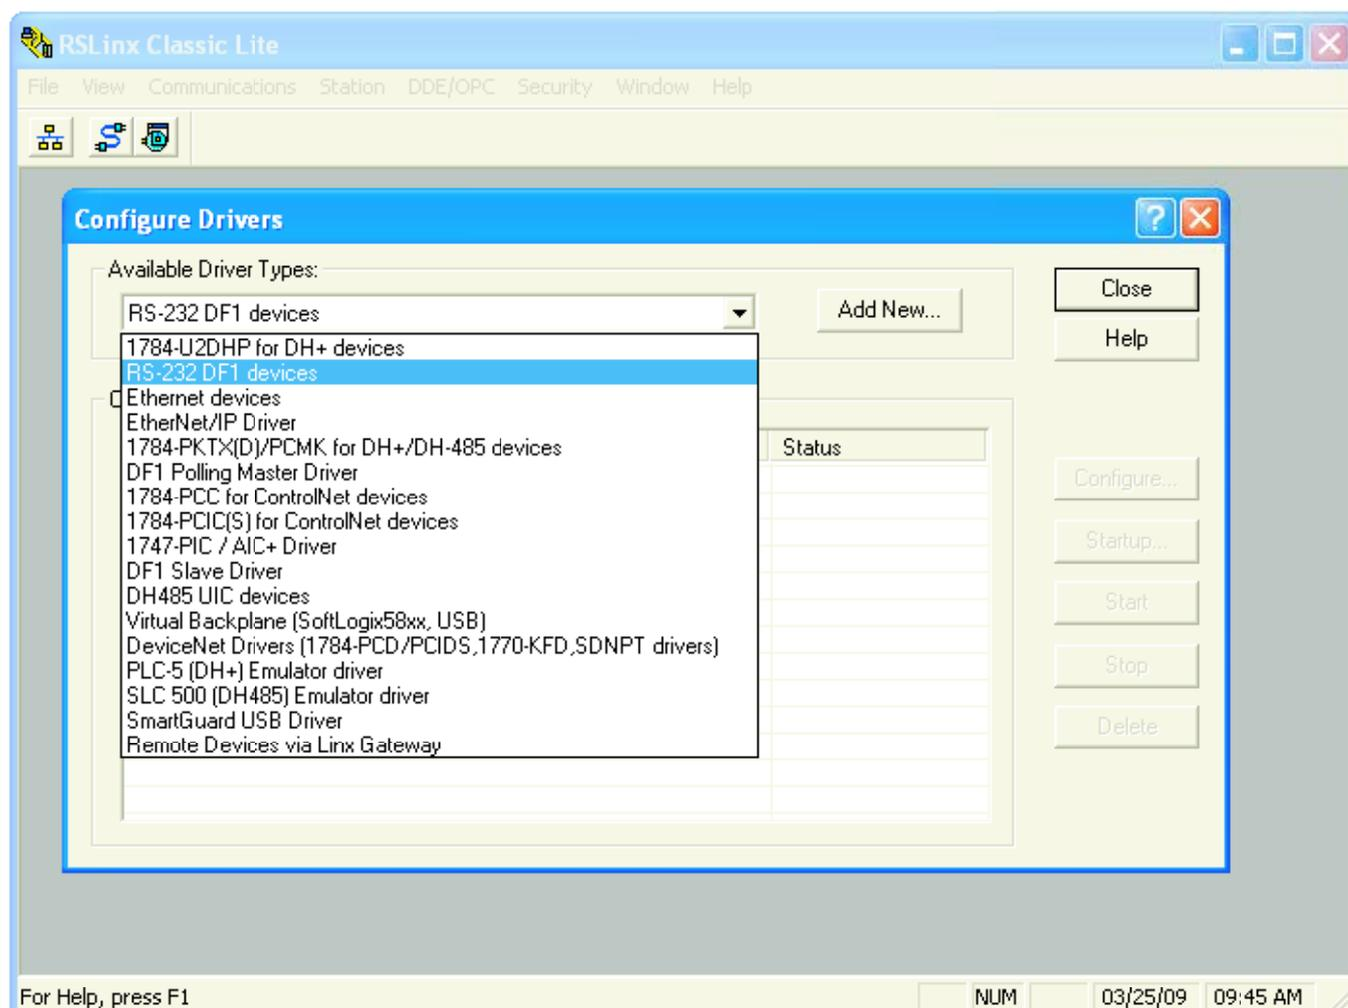

Abbildung 11-3: Konfiguration der Treiber
6. Klicken Sie auf „Communications“ und wählen Sie „Configure Drivers“. Öffnet sich das Fenster „Configure Drivers“, wählen Sie „RS232 DF1 devices“ aus dem Pull-down Menü „Available Drive Types“ (Abbildung 11-3).